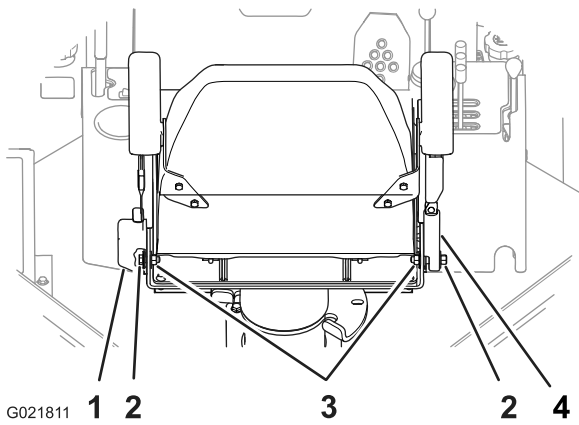

Рисунок 98
3. Проверьте, чтобы болты и гайки крепления устройства выдвижения ремня безопасности и пряжки были затянуты с моментом от 7,8 до 9,6 Нм (от 69 до 85 фунт-дюймов); см. Рисунок 98.